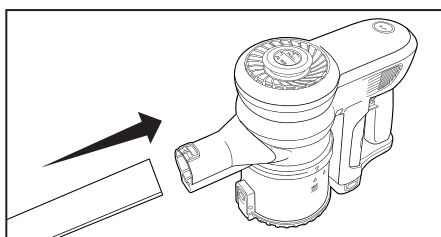

Fig. 1
1. Attachez l'extrémité mâle du tube-rallonge métallique au corps de l'aspirateur (Fig. 1).